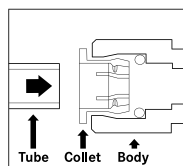

Fig.1
- ▶ Insérer la tuyauterie à l'équerre (Fig. 1).